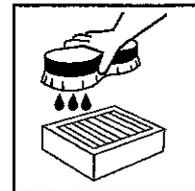

Fig. 26
- Filter clean indicator (Fig. 26)